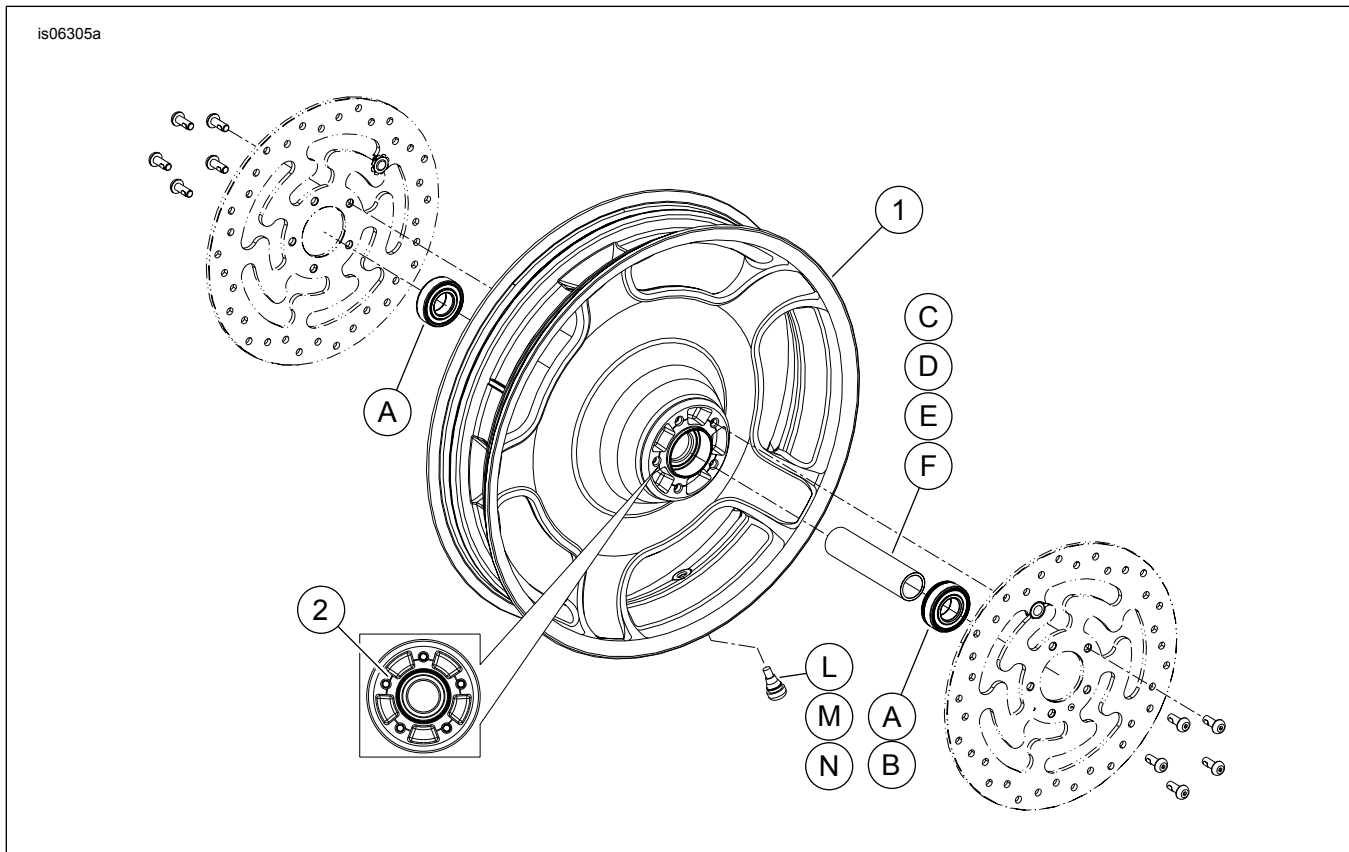

Figura 1. Parti di ricambio: Ruota anteriore a disco con sfinestrature
Vedere Figura 1 e le Tabelle delle parti di ricambio.
2. Vedere Figura 1. Montare sulla ruota il gruppo dello stelo della valvola (L, M o N). Vedere PNEUMATICI nel manuale di manutenzione.